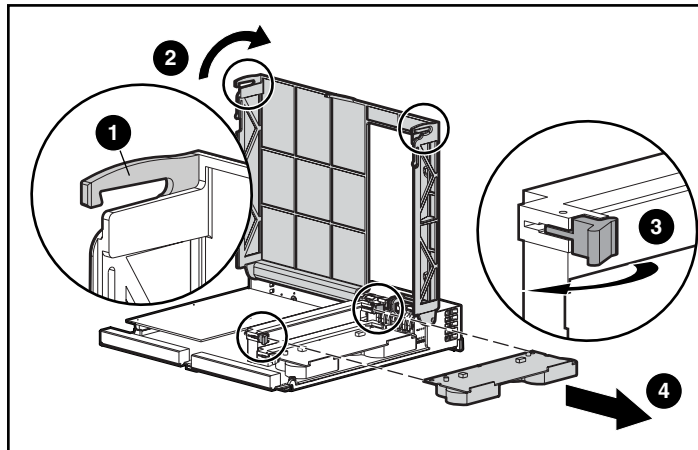

Figure 6 : Retrait du module de mémoire cache
3. Débloquez les agrafes ❶ situées à l'arrière du contrôleur, lesquelles maintiennent le couvercle du contrôleur, et soulevez le couvercle ❷, comme l'illustre la Figure 6.
Remarque : le contrôleur de la Figure 6 ayant subi une rotation, ses côtés latéral et arrière sont visibles.